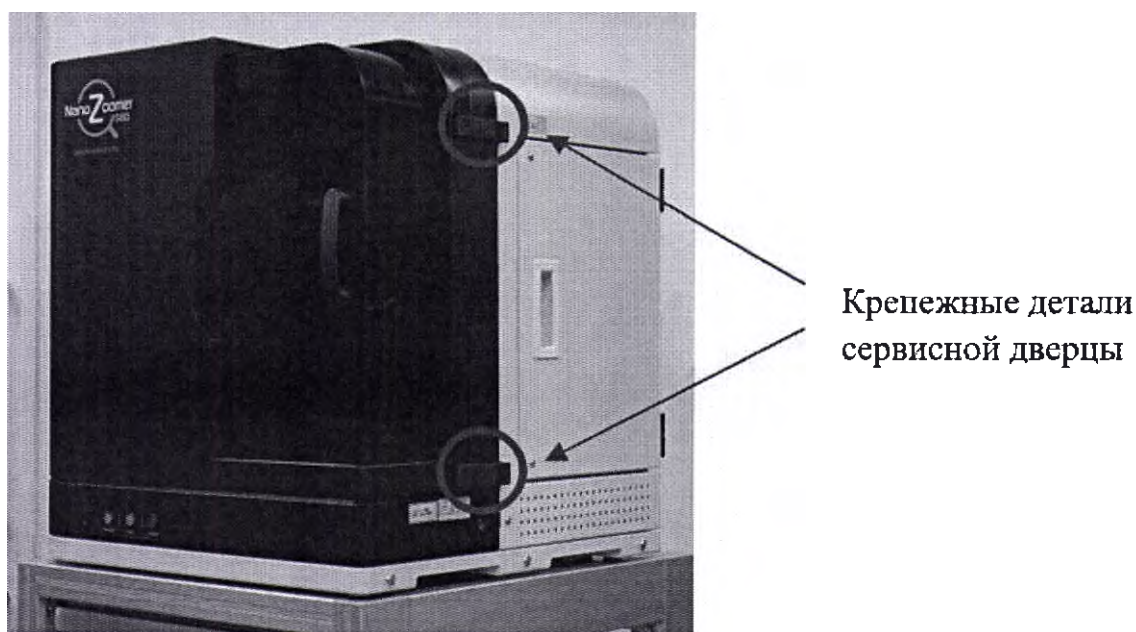

Рисунок 5.2 – Снятие двух крепежных деталей с правой стороны устройства и открытие сервисной дверцы.
- 2) Снимите две крепежные детали с правой стороны устройства и откройте сервисную дверцу (см. рисунок 5.2).